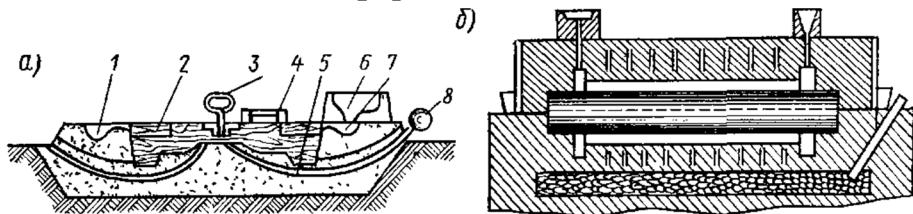

Рисунок 2 – Формовка в почве
**Формовка в почве.** Литейную форму полностью готовят на полу литейного цеха (на формовочном плацу). Формы в почве делают открытыми и закрытыми (рисунок 2). При *открытой формовке* верх формы в процессе заливки расплавом остается открытым; при *закрытой формовке* верх формы в этом случае перекрывают заформованной опокой.
Для формовки в почве готовят формовочный плац, так называемую постель. Для производства мелких по размерам и массе отливок готовят *мягкую постель* (рисунок 2,а) — производят рыхление, просев и выравнивание формовочной смеси, покрывая участок формовки облицовочной формовочной смесью. Для производства крупных и в ряде
случаев средних по размеру отливок на формовочном плацу готовят *твердую постель* (рисунок 2,б) — С целью повышения газопроницаемости формы ее дно по профилю отливки выкладывают слоем шлака толщиной 50—80 мм, из которого газы отводятся с помощью металлических труб. Указанный слой шлака перекрывают облицовочной смесью.
*Закрытую формовку* применяют для получения отливок с чистой или фасонной верхней частью. В этом случае на приготовленную твердую постель (рисунок 2,б) укладывают нижнюю часть модели и несколько осаживают ее в смесь. Затем выполняют все технологические операции открытой почвенной формовки и укладывают верхнюю часть модели. Поверхность уплотненной вокруг модели формовочной смеси и саму модель посыпают разделительным составом (мелким сухим песком) и устанавливают пустую опоку. Правильную центровку опоки по отношению к нижней половине формы осуществляют деревянными колышками.